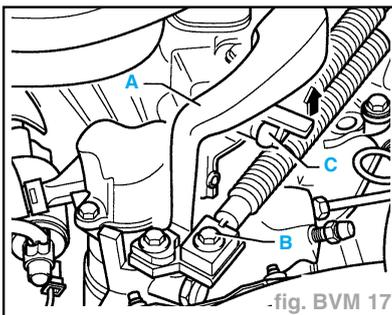

fig. BVM 17
- Retirer du levier de commande de la boîte de vitesses la masse antivibratoire (A) et le câble de commande en enlevant la vis (B) (fig. BVM 17).
- Enlever le câble de sélection (C) de l'entraîneur/du levier de renvoi en remontant l'ergot dans le sens de la flèche.